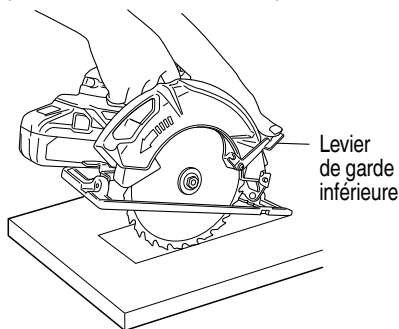

Fig. 35
1. Marquer bien lisiblement la section à couper avec des lignes sur tous les côtés. (Voir Fig. 35)
3. Pousser le levier à fond vers l'arrière jusqu'à ce que la lame soit exposée, comme indiqué à la Fig. 35.